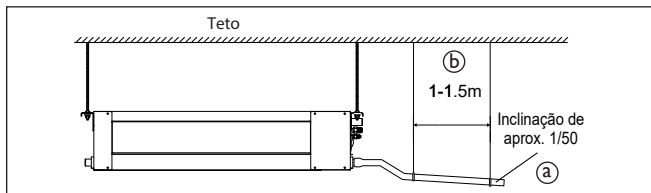

FIG. 65
- Para evitar que a água de condensado escorra para trás, retornando à unidade, o tubo de drenagem deverá ter uma inclinação (um pequeno declive) para baixo em direção ao lado de saída, considere aproximadamente 2° (1/50) para esta inclinação. Evite qualquer saliência (tal como um degrau) ou depósito de água na tubulação. (Fig. 65 - Detalhe "a")
- Não estique (arraste) demasiadamente o tubo de drenagem ao conectá-lo, para impedir que o corpo venha a puxá-lo. Entretanto, um ponto de suporte deve ser definido a cada 1,0 metros - 1,5 metros, para evitar que o tubo de drenagem perca eficiência (Fig. 65 - Detalhe "b"). Opcionalmente você pode amarrar o tubo de drenagem com o tubo de ligação para fixá-lo.